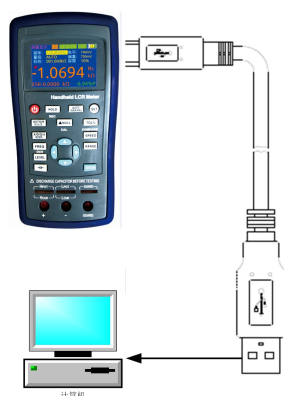

图 22
2. 用Mini-USB线连接仪器与PC的USB端口，如图22所示，长按开机键开机。